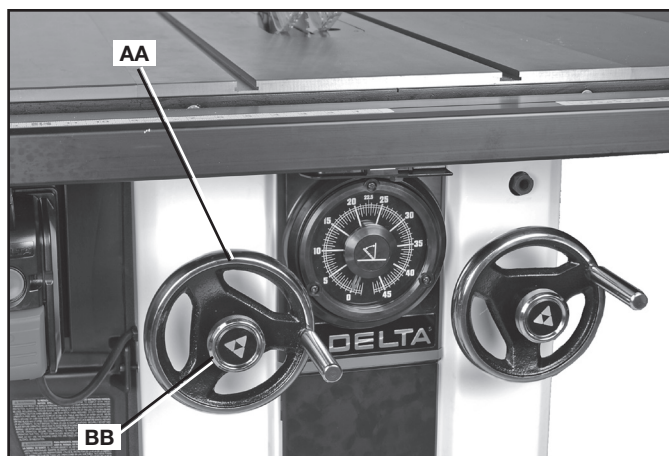

FIG. 21
Pour abaisser ou relever la lame, utiliser le volant de gauche (AA) fig. 21. Avant d'abaisser ou de relever la lame, desserrer sans faute le bouton de verrouillage (BB) fig. 21 en le tournant dans le sens antihoraire.
Serrer le bouton de verrouillage (BB) fig. 21 pour garder la lame levée à la hauteur désirée. Pour verrouiller correctement le mécanisme de relèvement de la lame, appliquer seulement un peu de force. Toute force supplémentaire contraindra, sans nécessité, le dispositif de verrouillage.